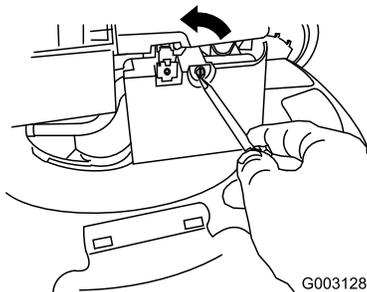

Figure 32
2. Ouvrez le couvercle du filtre à air avec un tournevis (Figure 32).